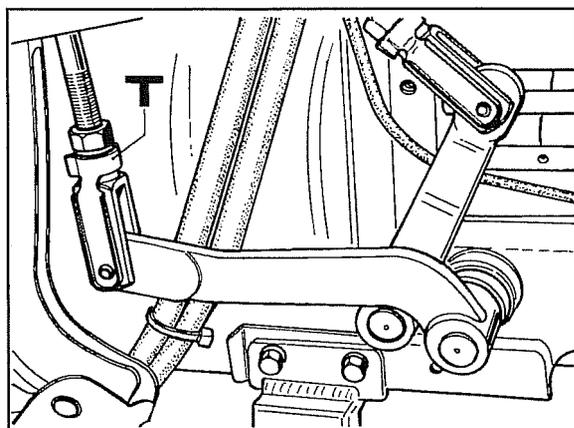
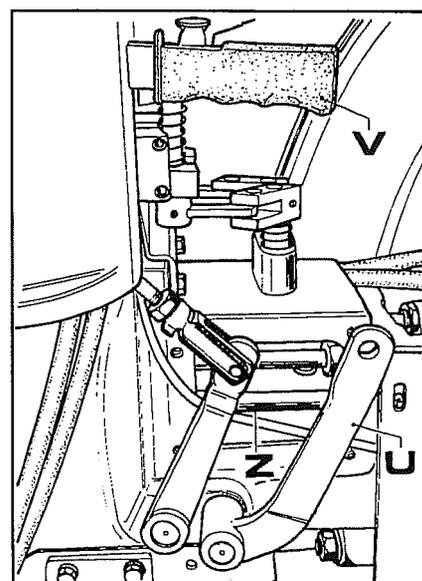
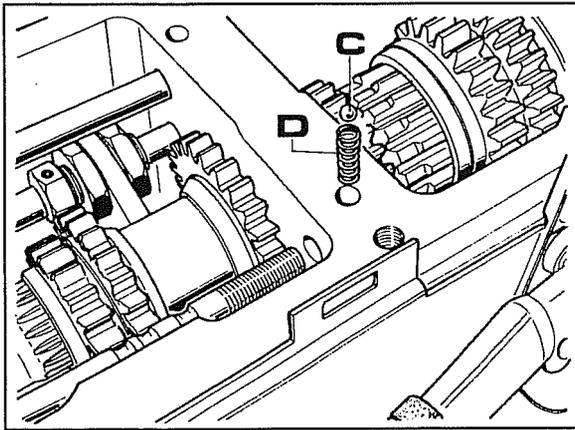
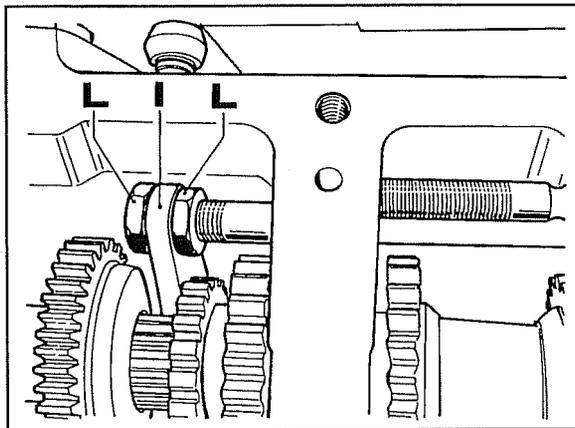

Fig. 9
Fig. 10
Fig. 11
Fig. 13
- 3 Débrancher la commande de la pédale d'embrayage au moyen de la fourche **T** fig.9 et le tourner complètement en arrière comme illustré en **U** fig.10.
- 4 Embrayer l'embrayage de la prise de force (P.D.F.), en soulevant au maximum le levier **V** fig.10.
- 5 Libérer la tige **Z** fig.10 au moyen des écrous **L** fig.13, puis la retirer jusqu'à la sortie de la bille **C** et du ressort **D** fig.11.
- Remonter le manchon **S** fig.8 puis remonter la fourche **I** et la régler avec les écrous **L** fig.13 de la manière indiquée ci-dessous :